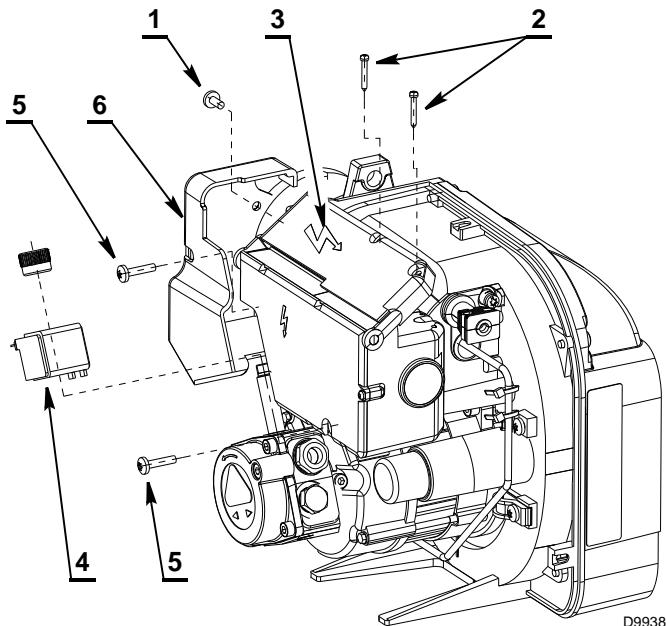

Fig. 19
- dévisser les vis 1) (Fig. 19) et enlever la protection 6) de la bobine 4) ;